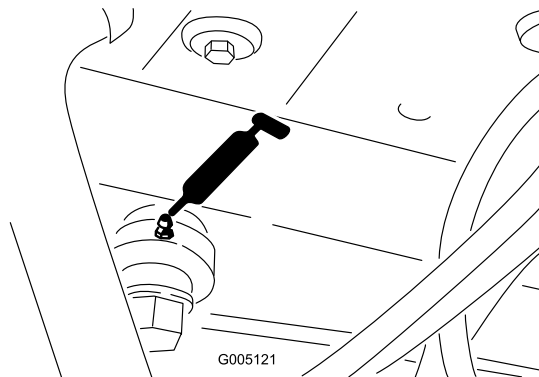

Bild 39
- Ende des Lenkzylinders (**Bild 39**)